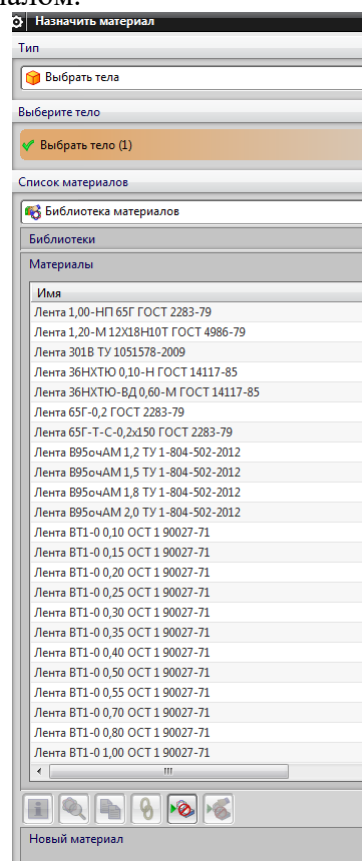

рис.107
- Если же вы работаете с NX под управлением *PDM Teamcenter*, то система предоставит вам огромную библиотеку отечественных материалов (рис.107).